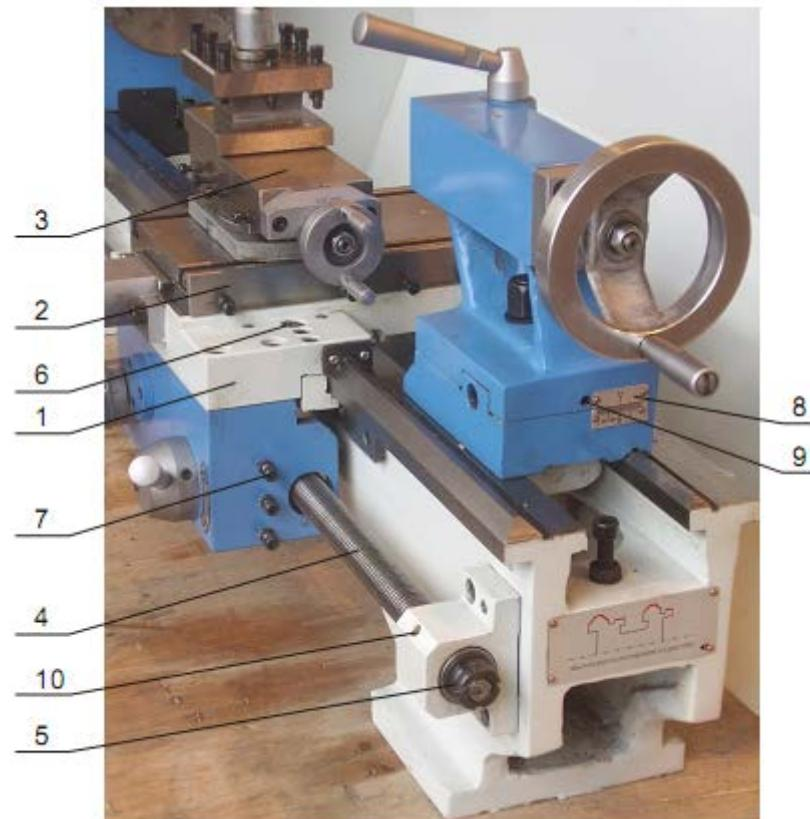
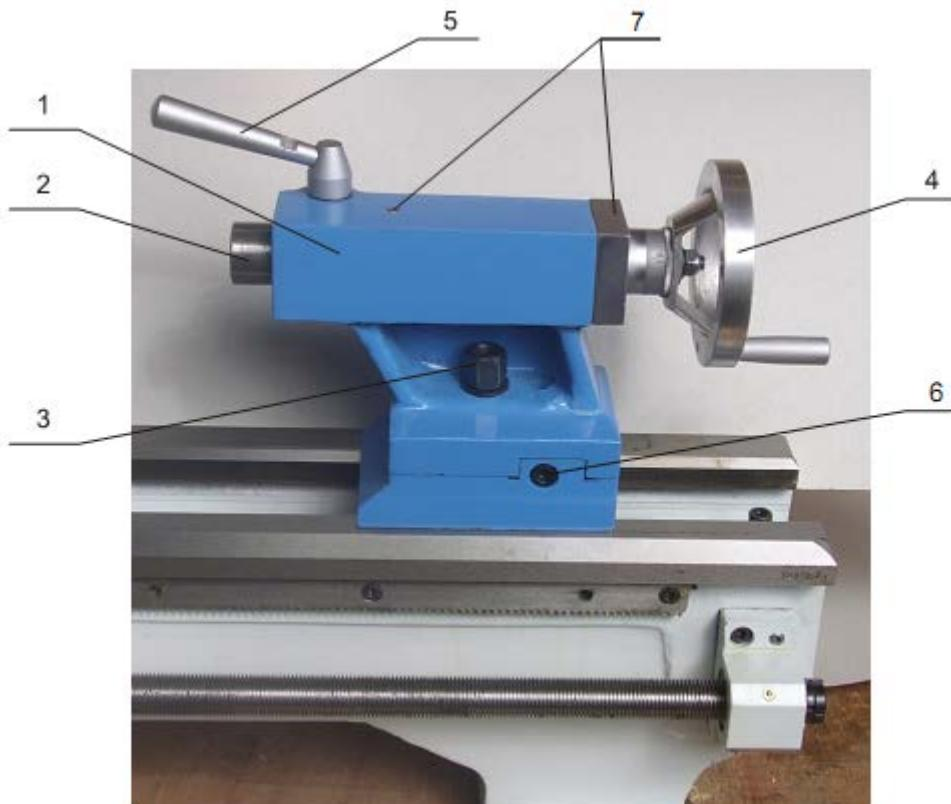

Рисунок 4
Рисунок 6
Каретка 1 (рисунок 4) является базирующим элементом суппорта. Она изготовлена из высокосортного чугуна. Продольные направляющие каретки отшлифованы и точно сопряжены направляющими станины. Необходимый зазор между направляющими станины и каретки обеспечивается прижимными планками, расположенными на нижней плоскости каретки.
Поперечные салазки 2 (рисунок 4) установлены на верхние (поперечные) направляющие каретки соединением «ласточкин хвост», зазоры в соединении регулируются клином. Перемещение салазок обеспечивается вращением маховика. Для отсчета величины перемещения салазок на маховике имеется лимб.
Верхние салазки 3 (рисунок 4) установлены на поперечные салазки через поворотную плиту и могут устанавливаться под углом к оси вращения шпинделя. Перемещение подвижной части верхних салазок производится вращением маховика. Для отсчета величины перемещения салазок на маховике имеется лимб.
Ходовой винт 4 (рисунок 4) расположен вдоль передней части станины и служит для продольной автоматической подачи. С левой стороны он соединен с коробкой передач. Ходовой винт имеет две подшипниковые опоры. Осевой зазор винта в опорах регулируется гайками 4 (рисунок 4).
Задняя бабка 1 (рисунок 6) базируется (перемещается) на плоской и V-образной направляющих станины и может быть зафиксирована от перемещения затягиванием гайки 3 (рисунок 6) зажимного устройства. Задняя бабка имеет выдвижную пиноль 2 (рисунок 6) с конусным отверстием Морзе № 2 и градуированной шкалой, нанесенной на наружной поверхности пиноли. Жесткость задней бабки рассчитана на тяжелые режимы работы. Пиноль перемещается вращением маховика 4 (рисунок 6), расположенного на заднем торце бабки, и может быть зафиксирована в нужном положении рукояткой 5 (рисунок 6) механизма зажима пиноли.
Для блокировки перемещения суппорта затяните винт 6 (рисунок 4), для разблокировки – ослабьте.
Перемещение задней бабки по направляющим станины производится вручную. Ослабьте гайку 3 (рисунок 6) зажимного устройства бабки, передвиньте бабку в нужное положение, снова затяните гайку.
Выдвижение пиноли 2 (рисунок 6) из корпуса бабки и утопление ее обратно в корпус производится вращением маховика 4 (рисунок 6). Рукояткой 5 (рисунок 6) ослабьте зажим пиноли, вращая маховик переместите пиноль на нужный размер, зажмите пиноль поворотом рукоятки.
Регулировка смещения задней бабки от оси вращения шпинделя производится при точении конусных поверхностей. Величина смещения определяется по шкале 8 (рисунок 4), находящейся на заднем торце основания бабки. Смещение производится при помощи двух винтов 6 (рисунок 6), расположенных на боковых поверхностях основания бабки с обеих сторон. Ослабьте стопорный винт 9 (рисунок 4) и гайку 3 (рисунок 6). Ослабьте винт 6 (рисунок 6) с одной боковой стороны бабки и затягивайте аналогичный винт с противоположной стороны пока необходимая величина смещения не отразится на шкале. Затяните стопорный винт 9 и гайку 3.
8.11 Смазку задней бабки производите через смазочные отверстия 7 (рисунок 6) жидкой смазкой.